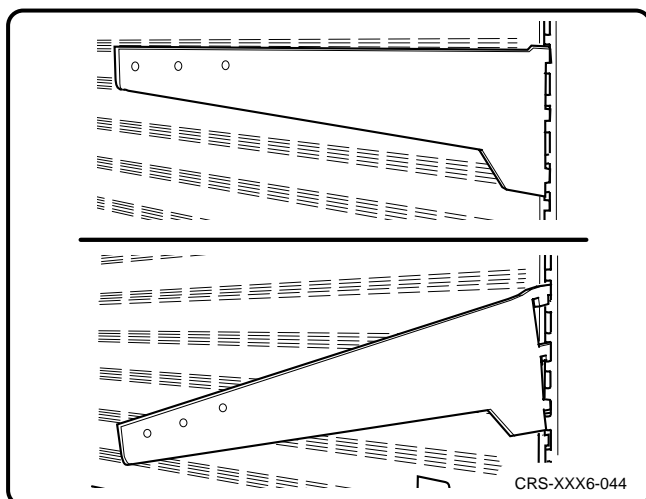

Fig. 12
- Desenganche os suportes laterais da superfície de exposição e volte a enganchá-los em posição inclinada, tal como ilustrado na fig. 12.
- Steunen losmaken en weer schuin vastmaken (zie afb. 12).